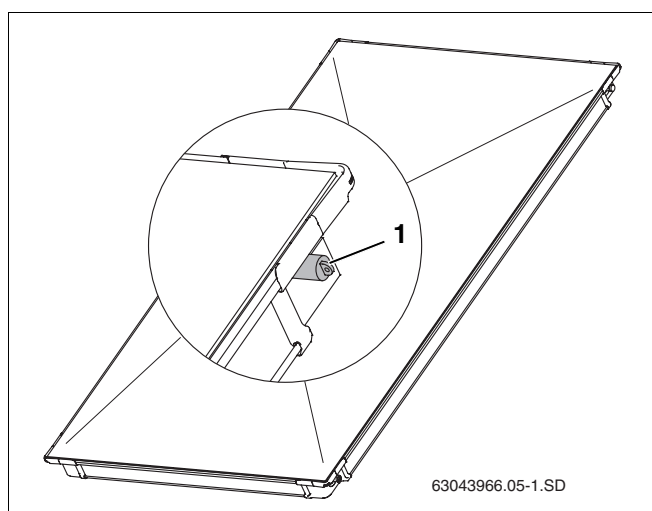

Fig. 6 Tampas sintéticas nas ligações dos colectores
- ▶ Apenas retire as tampas sintéticas (fig. 6, **item 1**) no momento da montagem.